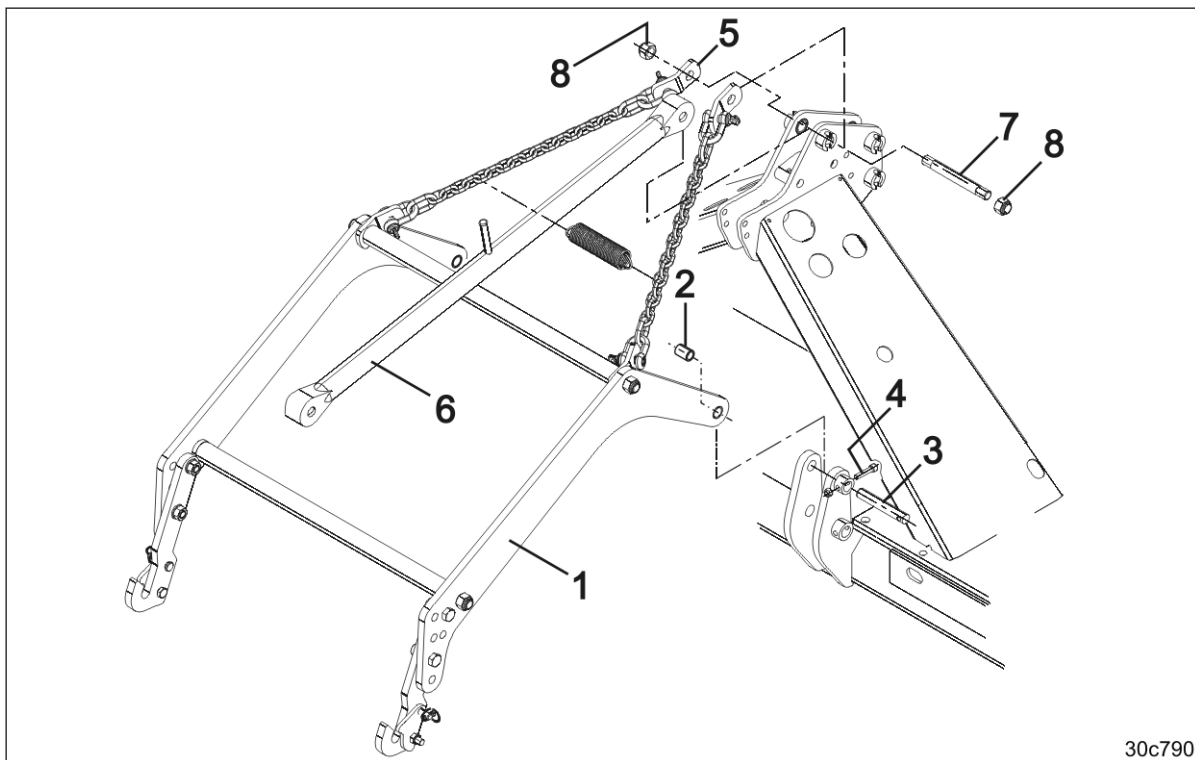

図 37
1. 連結フレーム（図 37/1）をクレーンで吊ります。
2. 連結フレームと 2 つのスペーサースリーブ（図 37/2）を 2 本のピン（図 37/3）でカルチベータに取り付けます。
3. ピンをネジ（図 37/4）とナットで固定します。
4. チェーンのリンク（図 37/5）とアップーリンク（図 37/6）をピン（図 37/7）でカルチベータに取り付けます。
5. ピンを 2 つの固定ナット（図 37/8）で固定します。